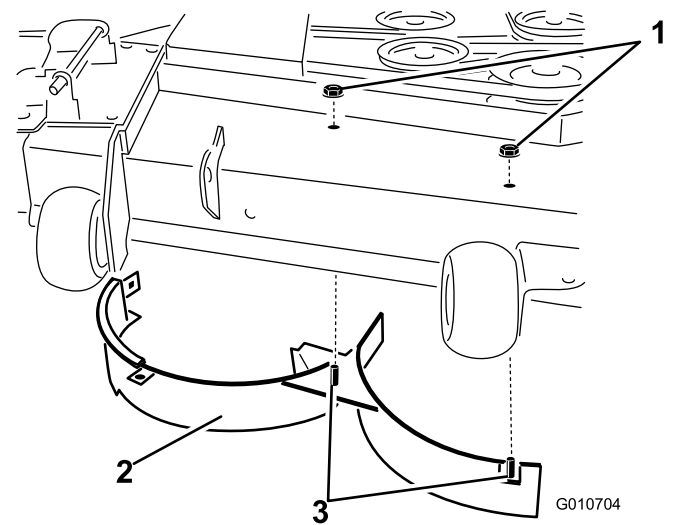

Figure 32
8. Retirez les 2 contre-écrous (5/16 po) qui fixent les montants soudés du déflecteur droit au sommet du plateau de coupe, au centre et à droite du centre (Figure 32).